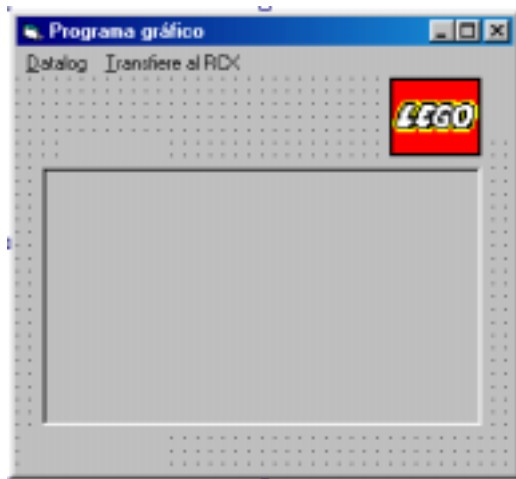

Figura 9.8
- Cambia la propiedad *Nombre* por **picGrafico**. Ahora el formulario frmGráfico tendrá el aspecto de la figura 9.8.